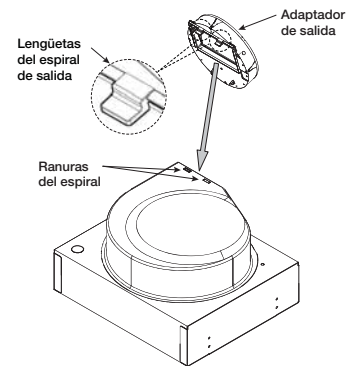

Figura 4 — Inserte la salida en el espiral
- Inserte las lengüetas del adaptador de salida en las ranuras del espiral, según se muestra en la Figura 4.